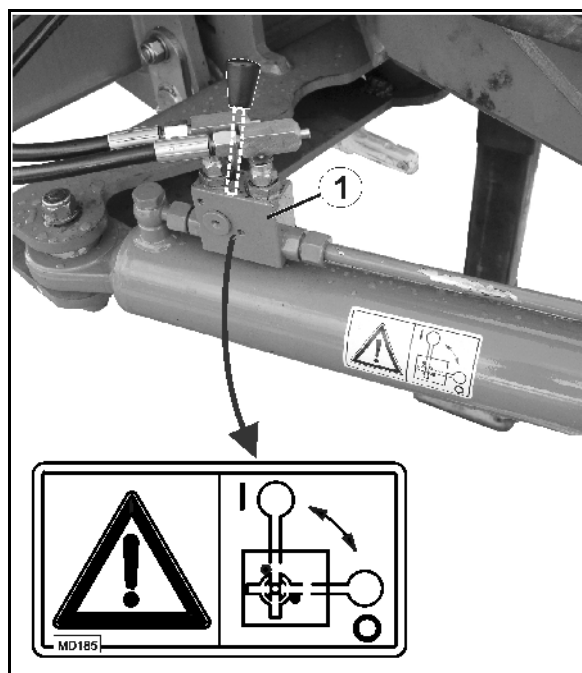

Fig. 27
4. Asegurar la lanza de dirección girando la llave de bloqueo (Fig. 27/1) a la posición 0.